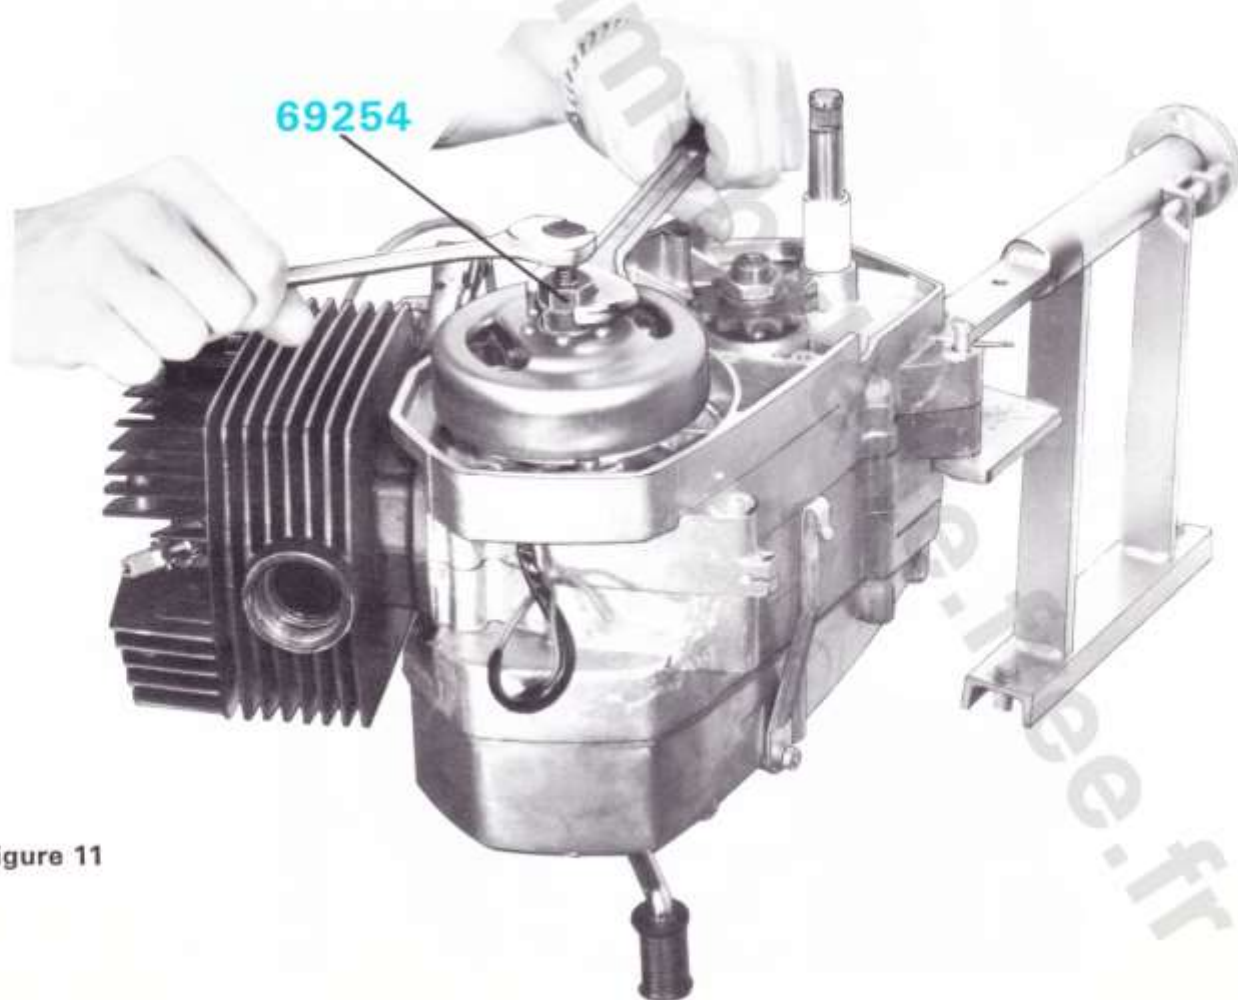

Figure 11
- Immobiliser le corps de l'outil avec une clé de 21 et visser la vis de poussée de l'arrache-volant jusqu'au décollement du rotor (clé de 17), figure 11.